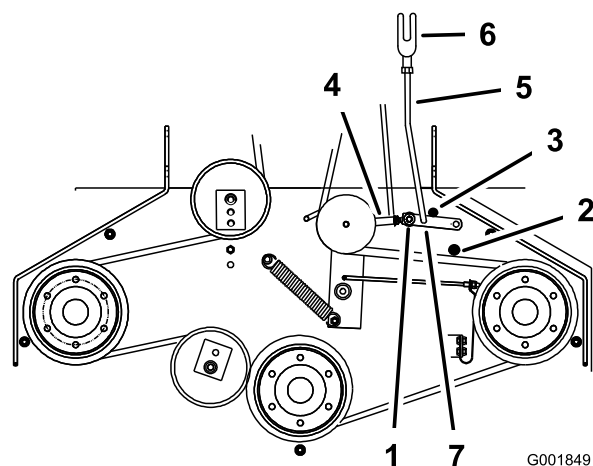

Figure 48
- Vérifiez que le bras d'assistance est en appui contre la butée arrière sur le plateau (Figure 48).
- Le bras d'assistance doit toucher la buté avant sur le plancher. Dans le cas contraire, réglez le levier coudé pour le rapprocher du renfort (Figure 48).
8. Pour ajuster la biellette du bras d'assistance, enlevez la goupille fendue du bras d'assistance (Figure 48).
11. Installez la biellette dans le bras d'assistance et fixez-la avec la goupille fendue (Figure 48).